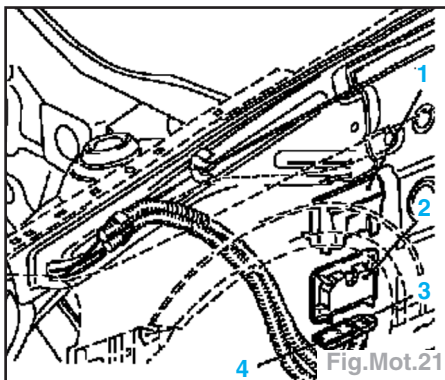

Fig.Mot.21
- Déconnecter les connecteurs électriques (3) et (4) (Fig.Mot.21).
- Déposer le calculateur (2) de son support (1).